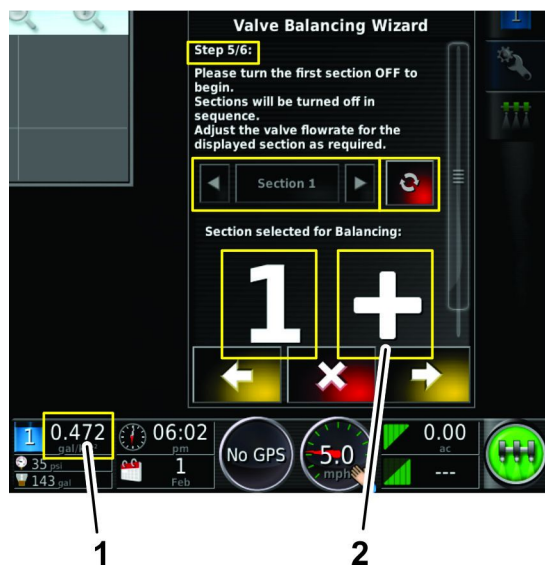

Figura 146
- Il volume di applicazione della valvola di sezione è troppo basso (Figura 146).